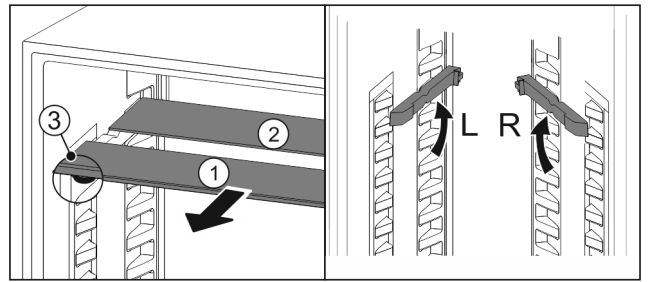

Fig. 31
- ▶ Sortir les tablettes par l'avant Fig. 31 (1).
- ▷ La tablette en verre Fig. 31 (1) avec bordure décorative est située à l'avant.
- ▷ Les butées Fig. 31 (3) sont orientées vers le bas.